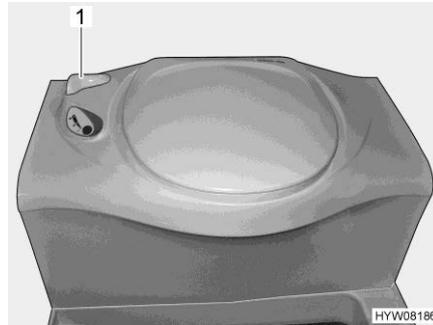

Fig. 158 Inodoro Thetford
- Antes del lavado, abrir la corredera del inodoro Thetford. Para ello, girar la palanca de corredera (Fig. 158,1) en sentido contrario a las agujas del reloj.
- Tras el lavado, cerrar la corredera. Para ello, girar la palanca de corredera (Fig. 158,1) en sentido de las agujas del reloj.